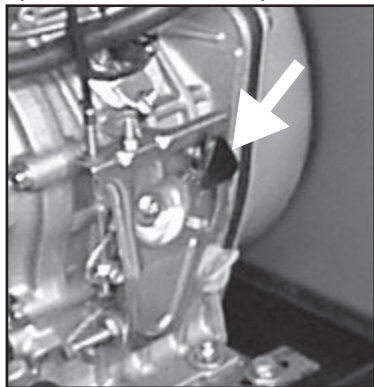

Fig. 7
- 2) Versione P3500 – P4500 – P6000 – WP180 (Motore YANMAR): Riportare il comando acceleratore, posto sul motore (vedi fig. 7), in alto; attendere il completo spegnimento del motore; riportare la chiave sulla posizione "OFF".